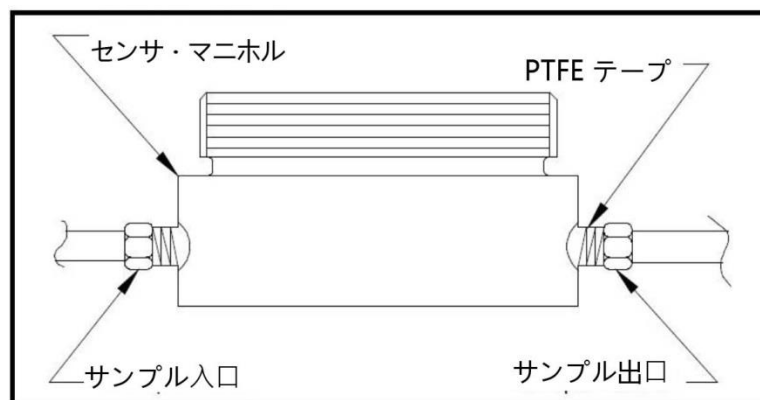

図 4: センサマニフォルド設置
3. シーラントとして PTFE テープを使用し、サンプルガスの入口と出口をセンサ・マニホルドの 1/8 インチ NPT ポートに接続してください（下図 4 参照）。流れの方向が問題にならないように、どちらのポートも入口または出口として使用することができます。